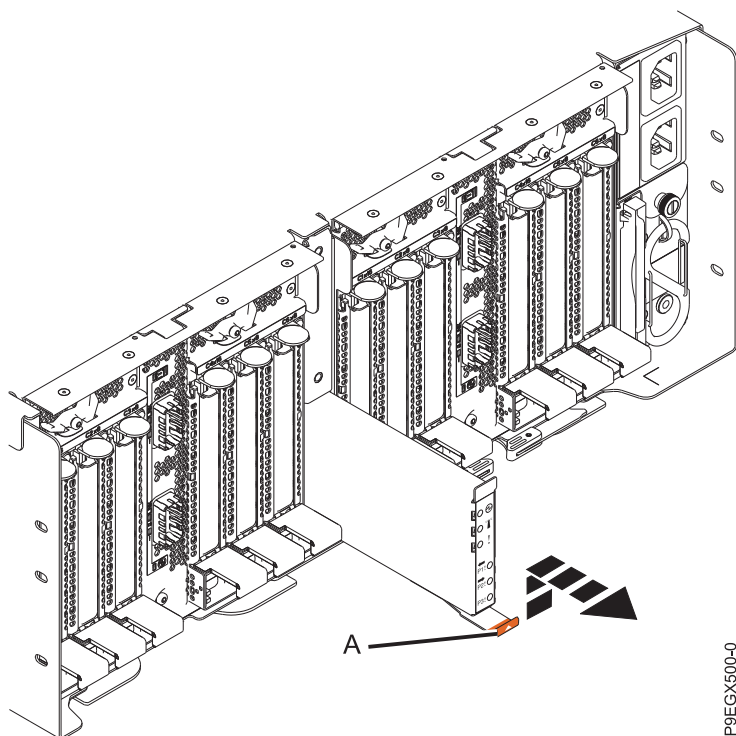

図 3. EMX0 PCIe3 拡張ドロワーからのライト・パイプ・コンジットの取り外し
2. ライト・パイプ・コンジットの下部にあるタブ (A) を持ち上げます。この処置により、ライト・パイプ・コンジットが外れます。
3. 4 ページの図 3 に示すように、ライト・パイプ・コンジットをシャーシから引き出します。